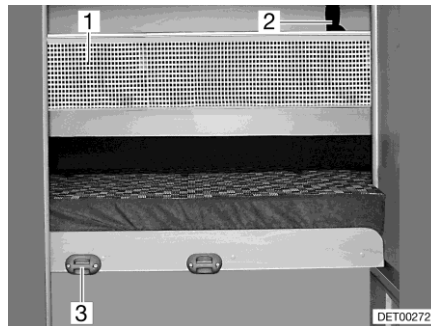

Fig. 90 Filet de sécurité
- Accrocher l'échelle de montée par les longerons sur le bandeau (Fig. 90,3) installé sur le cache.
Le filet de sécurité (Fig. 90,1) de série est rangé entre le matelas et le sommier à lattes. Ne tendre le filet de sécurité qu'une fois que la personne se trouve dans le lit.
- Faire s'enclencher les sangles de retenue (Fig. 90,2) dans les œillets du plafond.